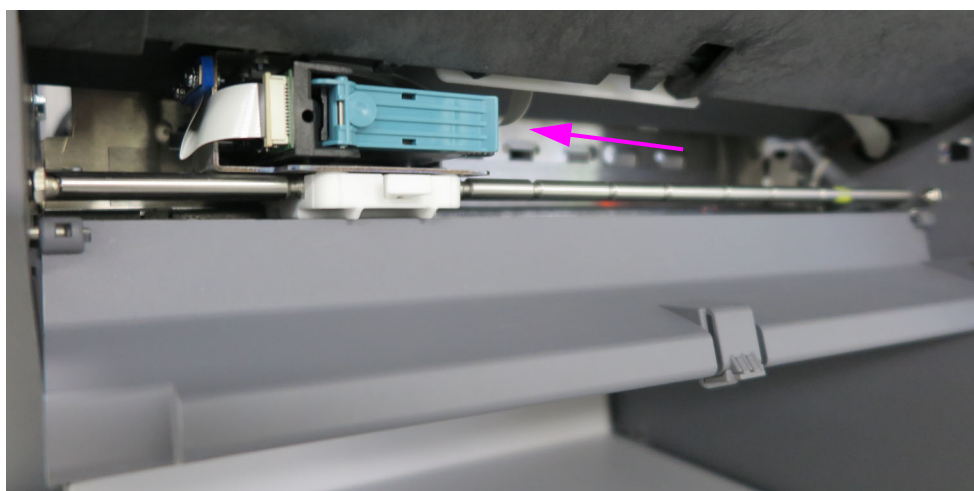

Figure 5-6 : Ensemble imprimante avant
2. Soulevez le levier vert pour libérer la cartouche de l'imprimante (Figure 5-6).